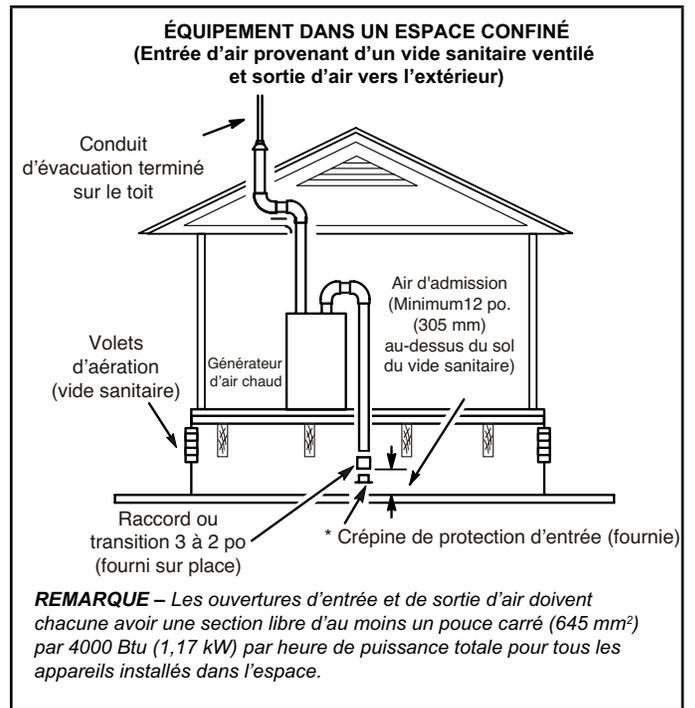

FIGURE 24
- 2 - Si l'air d'admission est prélevé dans un vide sanitaire ventilé (FIGURE 24) ou un comble ventilé (FIGURE 25), la longueur de l'évacuation ne doit pas dépasser celle indiquée au TABLEAU 9. Si un tuyau de 3 po de diamètre est utilisé, réduisez-le à 2 po de diamètre pour pouvoir installer la crépine anti-résidus.